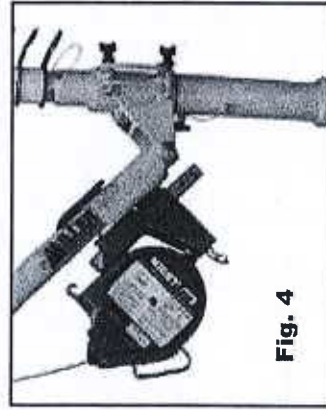

Fig. 4
5.4 Procédé d'installation au mât DuraHoist (Réf. Fig. 3a, 3b et 3c) ou au davier (Réf. Fig. 4)